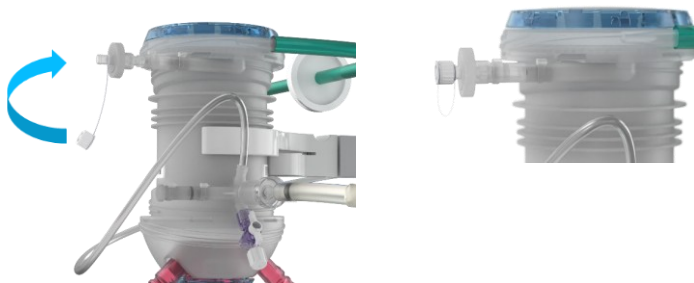

Figura 23 Coloque el tapón en la salida de desaireación
- Coloque la tapa blanca sobre el oxigenador (Figura 23).